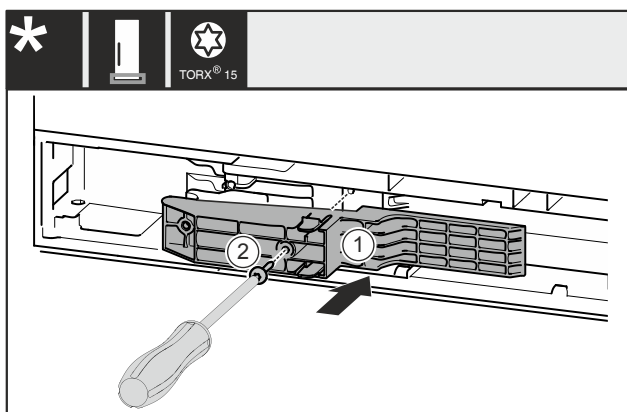

Fig. 48 *
- Vendosni pjesën përshtatëse Fig. 48 (1) në fole në anën e dorezës.*
- Mbërtheni fort vidën Fig. 48 (2) me kaçavidë.*